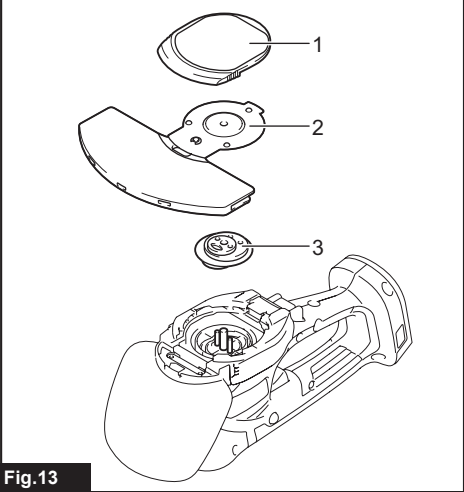

Fig.13
► **Abb.13:** 1. Verschleißgrenze